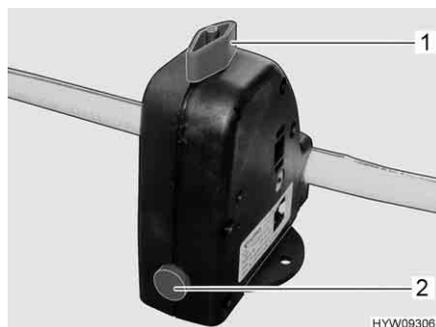

Fig. 193 Válvula de seguridad/purga (caldera)
La caldera está equipada con una válvula de seguridad/purga (Fig. 193). La válvula de seguridad/purga evita que el agua de la caldera se congele cuando no esté conectada la calefacción en caso de helada.
- Cerrar la válvula de seguridad/purga. Para ello, girar el botón giratorio (Fig. 193,1) a la posición transversal en referencia a la válvula de seguridad/purga y hundir el botón (Fig. 193,2).
- Abrir la válvula de seguridad/purga. Para ello, girar el botón giratorio (Fig. 193,1) a la posición longitudinal en referencia a la válvula de seguridad/purga. El botón (Fig. 193,2) salta hacia fuera. La caldera se vacía hacia fuera a través de la válvula de seguridad/purga.